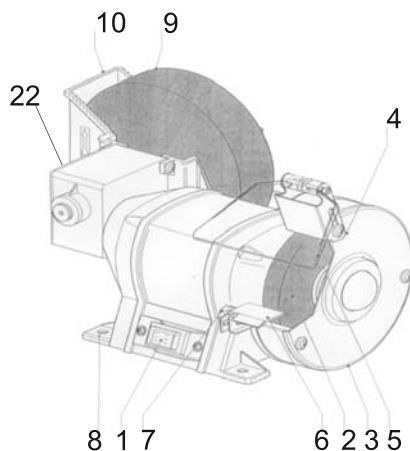

рис. 1
4.1 Общий вид точила представлен на рис. 1:
6.2 Перед началом работы установите/закрепите станок на рабочем месте (рис. 1).